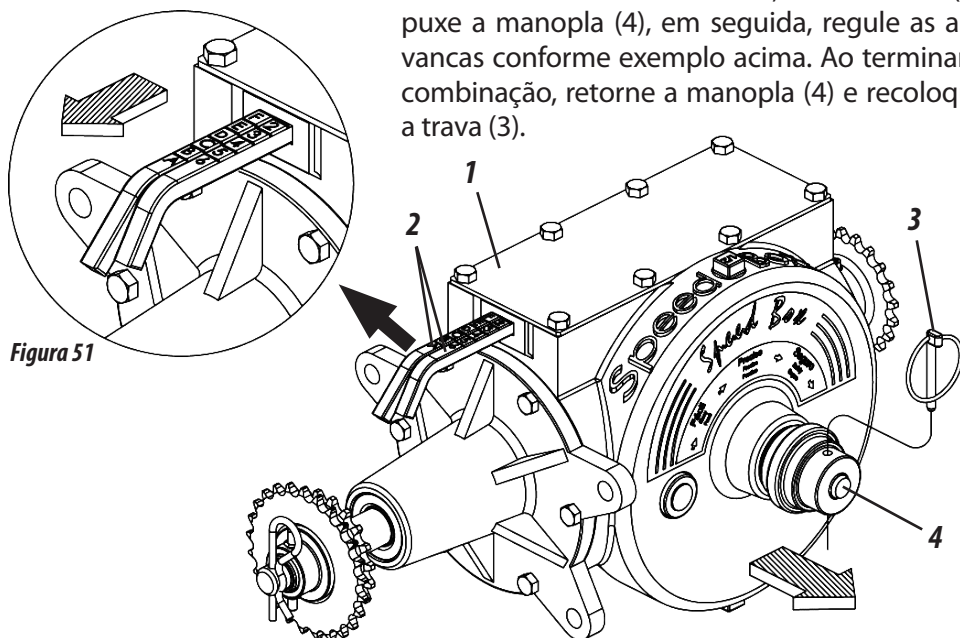

Figura 51
SPEED BOX (FIGURA 51)
- 1- Selecione a quantidade desejada nas tabelas e verifique a combinação correspondente nas alavancas (2). **Exemplo:** Posição **F2** na tabela, indica que a alavanca com letras deve estar na posição **"F"** e a alavanca com números deve estar na posição **"2"**, conforme mostra a figura 51.
- 2- Para movimentar as alavancas, retire a trava (3), puxe a manopla (4), em seguida, regule as alavancas conforme exemplo acima. Ao terminar a combinação, retorne a manopla (4) e recoloque a trava (3).